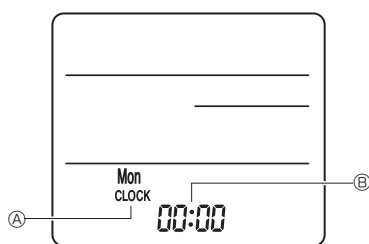

Fig. 7-10
④ Mando a distancia ⑤ Pared ⑥ Panel de visualización ⑦ Receptor
3) Configuración (Ajuste del reloj) (Fig. 7-10)